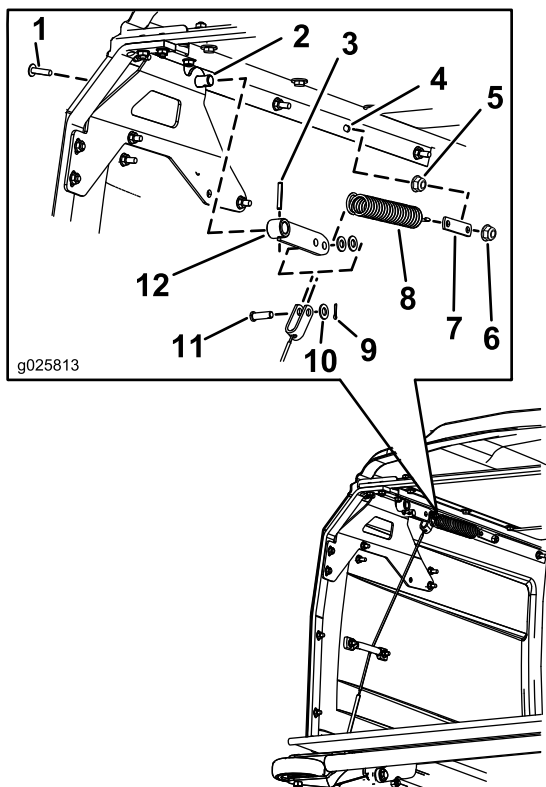

Figura 10
2. Marque y perfore un taladro de 6.8 mm (9/32 pulgada) de diámetro en la tolva (Figura 10).
3. Instale la pletina de enganche del muelle usando un tornillo de cabeza segmental de (1/4 x 1 pulgada), una tuerca con arandela prensada dentada (1/4 pulgada) y una contratuerca (1/4 pulgada), según se muestra en Figura 10.
10. Sujete los extremos superiores de los cables a los conjuntos soldados de los brazos de la puerta usando las arandelas (5/16 pulgada), los pasadores (5/16 x 1-49/64 pulgada) y las chavetas (3/32 x 1/2 pulgada), según se muestra en Figura 10.
13. En el lado izquierdo de la tolva, conecte el muelle a la pletina de enganche y al brazo de la puerta (Figura 10).